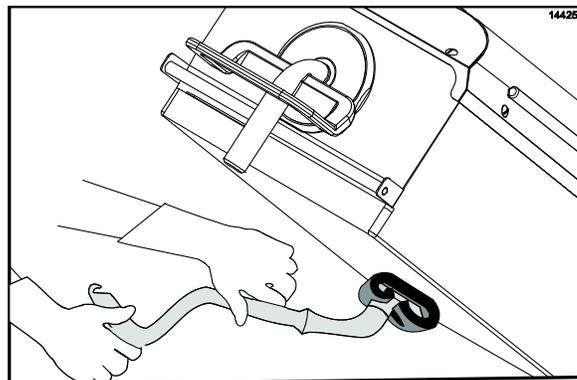

Figura 90
16. Aplique el limpiador de parrillas a las superficies de las placas, comenzando con la placa derecha y terminando con la izquierda. (Vea la figura 90.)